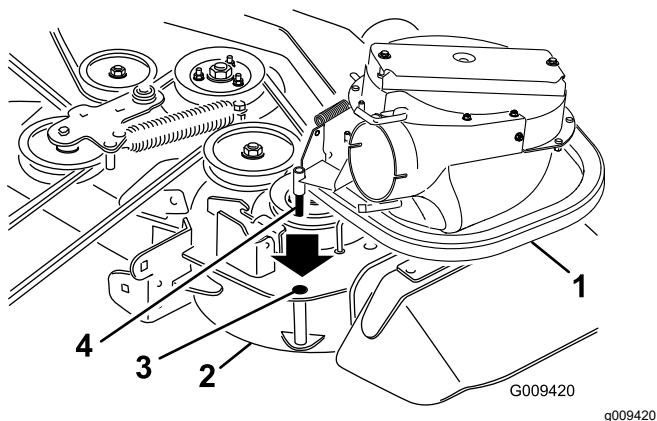
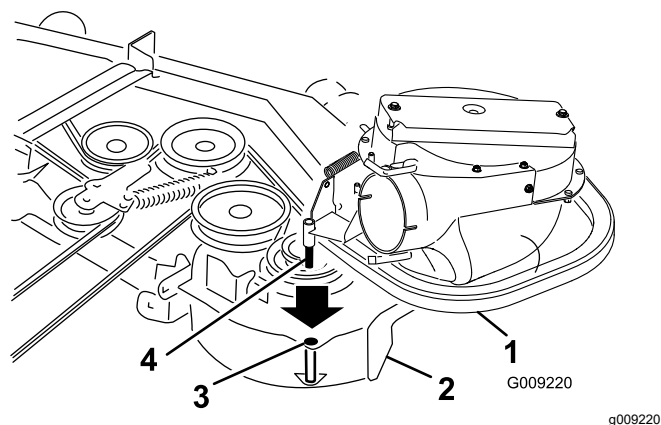

Figura 17
Figura 18
2. Infilate il grano del gruppo soffiatore nel foro di rotazione (**Figura 17** o **Figura 18**).